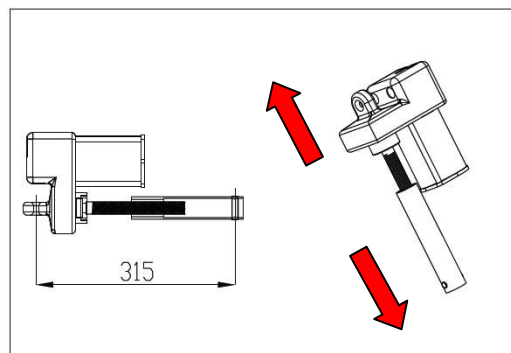

Abb. 4.7.4
- 3) Wie in Abb. 4.7.4 dargestellt, muss der Steigungsmotor auf eine Steigungstoleranz von mindestens 315mm justiert werden.